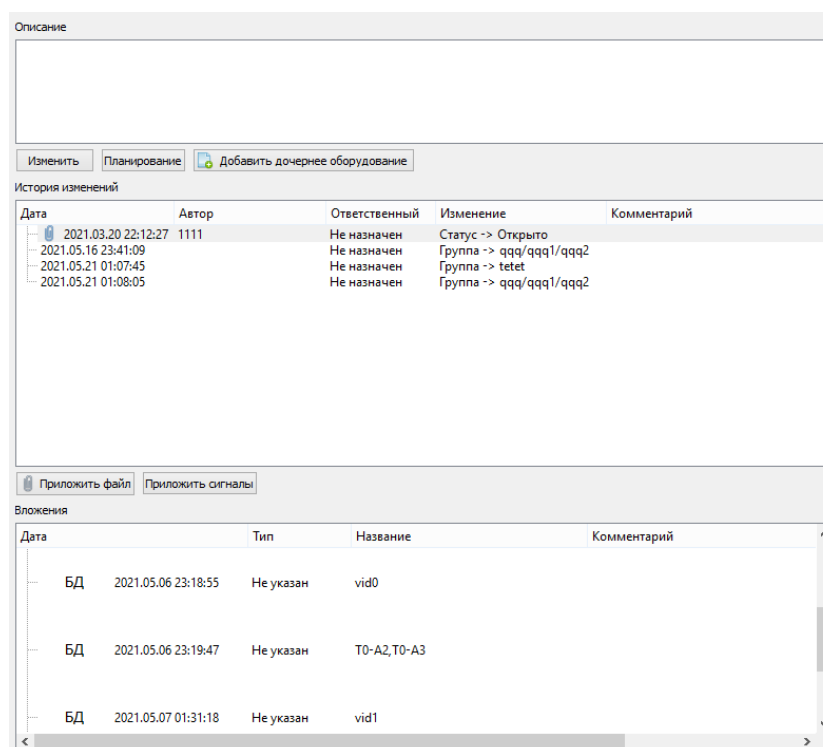

Рис. 2 – Окно истории изменений
- 3.2.3. При выборе в дереве оборудования отдельного экземпляра в правой части окна отобразится информация о нём: **описание** и **история изменения**. Данная информация может быть открыта в отдельном окне, для чего следует в дереве оборудования выделить необходимый экземпляр, нажать правую кнопку мыши и в появившемся контекстном меню выбрать пункт **Открыть в отдельном окне**. Окно истории изменения представлено на рис.2.